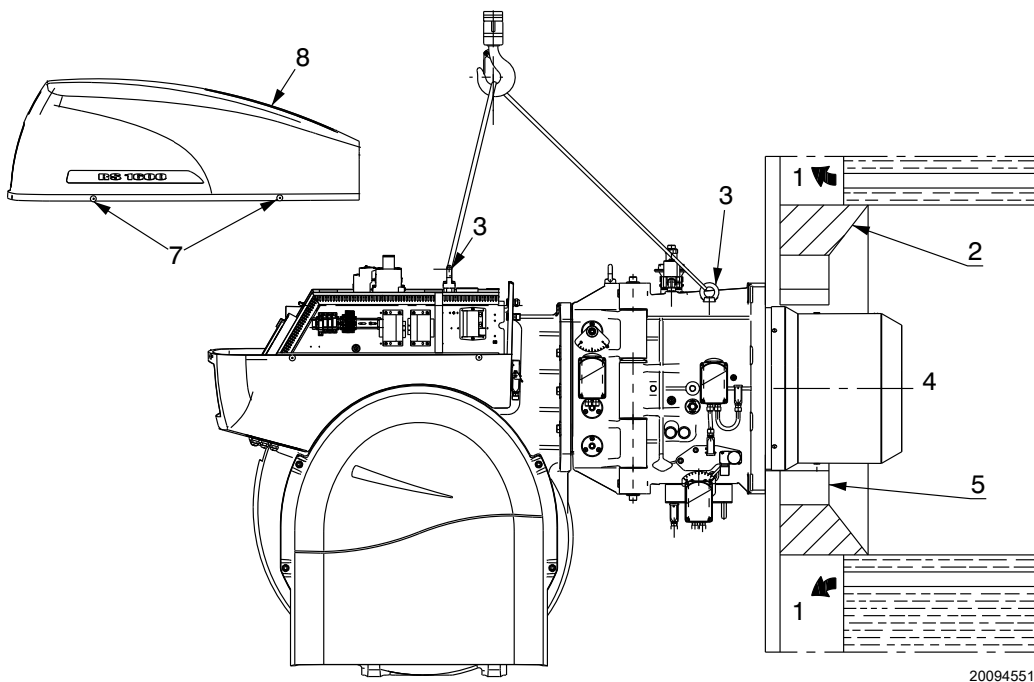

图 15
带前烟道 1)( 图 15) 或中心回焰式炉膛的锅炉，锅炉炉门保温层 2) 和燃烧筒 4) 之间必须填充耐火材料 5)。
对于带水冷却前板的锅炉，则不需要耐火材料 2)-5)( 图 15)，除非锅炉制造商另有要求。
拆掉保护罩 8) 上的固定螺丝 7)，使用吊环 3)( 图 15)。
- ▶ 将随附的隔热垫安装到燃烧筒 4)( 图 15) 上。